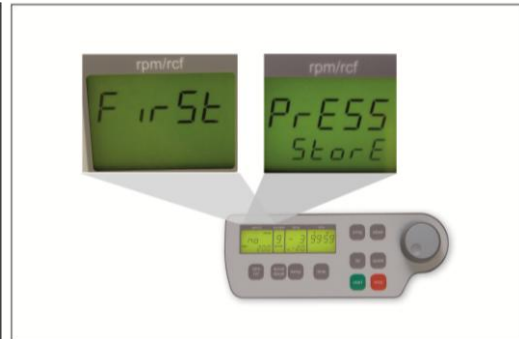

Abbildung 26
Zur Datenübernahme drücken Sie die Taste „store“ (12) für ca. 1 Sekunde. Ist das Programm korrekt abgespeichert, erscheint im Anzeigefeld "rpm/rcf" (A-1) der Schriftzug StorE. Dabei erlischt die Anzeige „programm“ (M10). Sobald die Taste „store“ (12) losgelassen wird, erscheint auch wieder die Anzeige „programm xx“ (M10), wobei „xx“ für Ihren gewählten Programmplatz steht. Wird versucht, ohne ein Programm abzuspeichern, den Rotor zu starten, so erscheint im Anzeigefeld "rpm/rcf" (A-1) "FirSt" und "PrESS StorE" (siehe Abbildung 26)